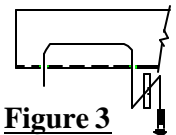

Figure 3
2. Faire passer les boulons de carrosserie et les blocs-espaceurs 1/4 x 1 x 3 vers le haut à travers les grandes fentes dans chaque longeron, puis vers le bas dans les trous de fixation, comme illustré ci-dessus. Voir la figure 3.